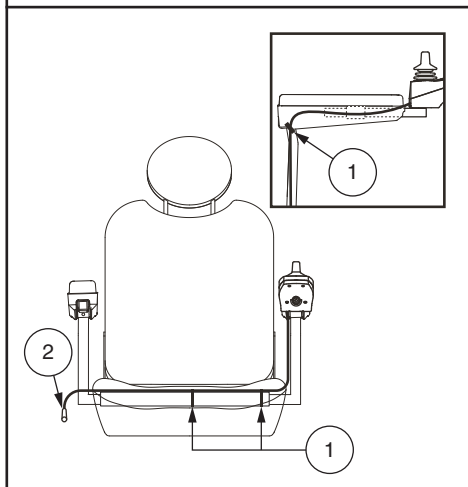

Figura 7. Centralina diretta su un sedile
6. Fissare il cavo della centralina al bracciolo con un fermacavi. **Vedere la figura 7.**